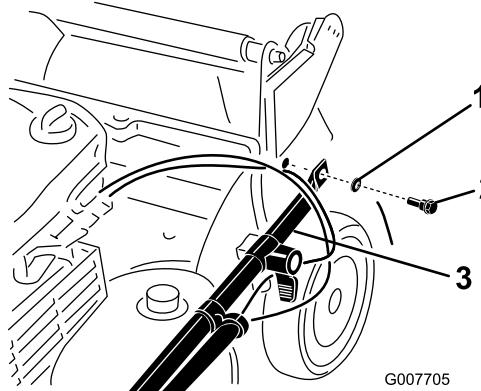

Figura 3
2. Montate le estremità della stegola sulla scocca della macchina con 2 rondelle e 2 dadi di bloccaggio (Figura 3), **ma senza serrare i bulloni di bloccaggio**.